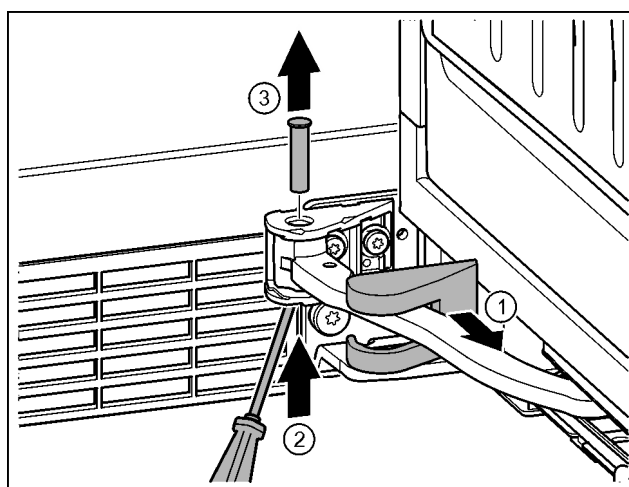

Fig. 19
- ▶ Зніміть кришку опорного кронштейна та перемістіть вздовж шарніра. Fig. 19 (1)
- ▶ Рукою чи викруткою підійміть палець знизу. Fig. 19 (2)
- ▶ Перемістіть викрутку під голівку пальця і витягніть. Fig. 19 (3)